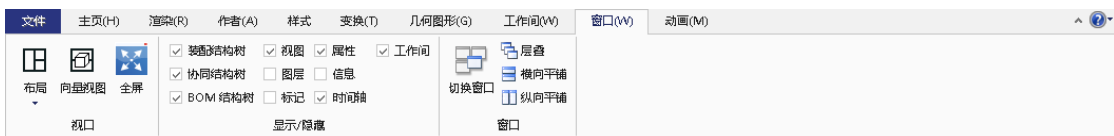

图 8-14 “窗口”选项卡
(9) “窗口”选项卡 如图 8-14 所示, 该选项卡在很多应用软件中都较为常见, 用于设置当前操作界面中显示的窗口, 也可以设置视口的排列方式或设置布局等。